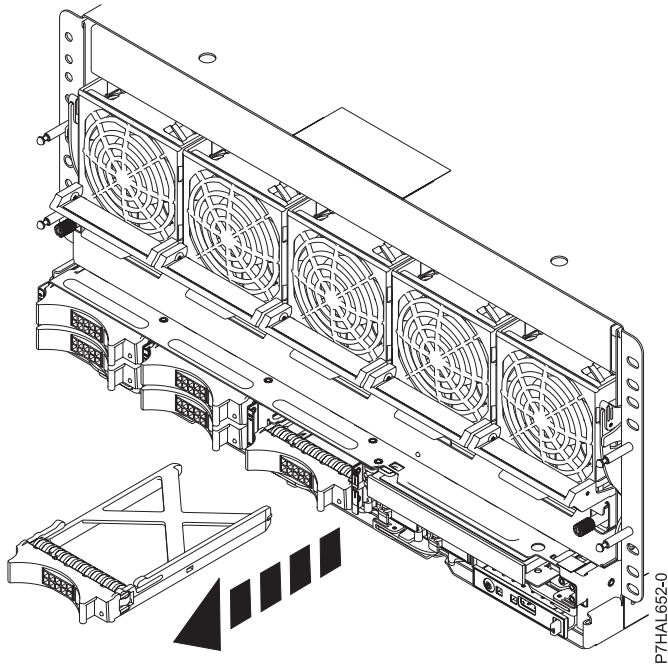

Figure 29. Retrait d'un obturateur d'unité de disque du système
2. Tenez la poignée de l'obturateur (**A**) et tirez l'obturateur d'unité de disque hors de l'emplacement, comme illustré à la figure 29, à la page 54.